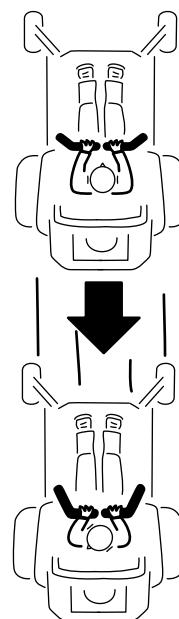

図 28
2. 後退するには、左右の走行コントロールレバーをゆっくりと後ろへ引く 図 28。